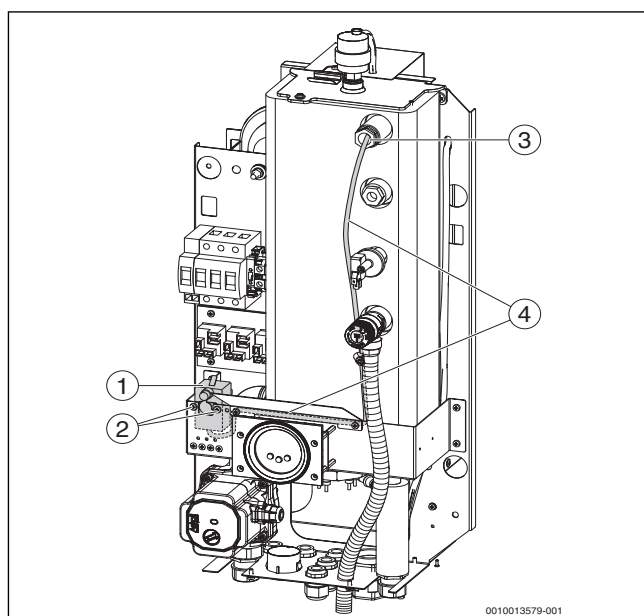

Fig. 2 Plassering av sikkerhetstemperaturbegrenseren og kapillarføleren
- ▶ Ta låsefjæren ut av termometerlommen, trekk ut kapillarføleren til termostaten, løsne kapillarene fra bunten, skru av og ta ut den opprinnelige sikkerhetstemperaturbegreneren. (→ fig. 2, [3, 4])